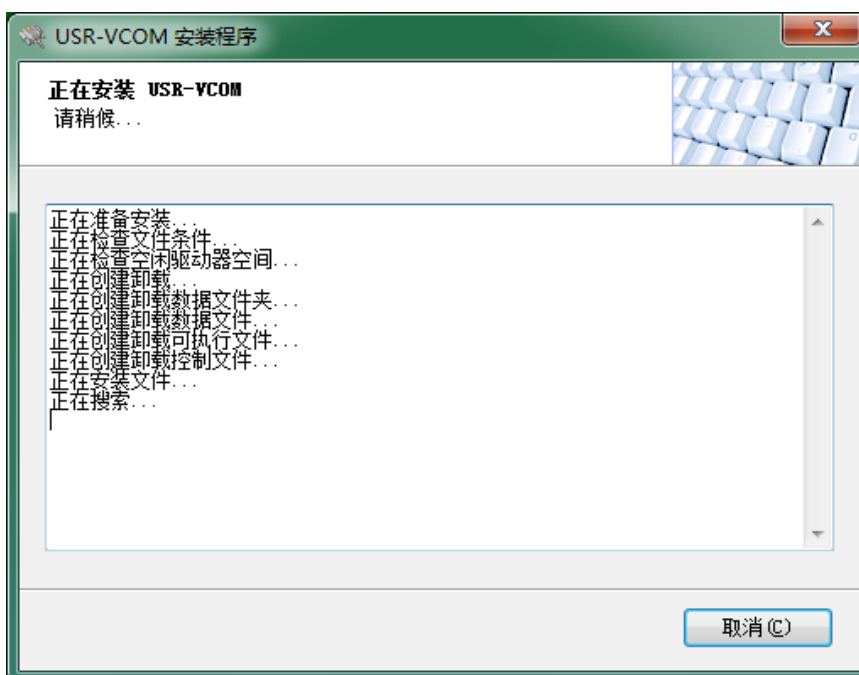

图 7
7.选择默认参数，点击下一步进入下一个界面（如图 7 所示）